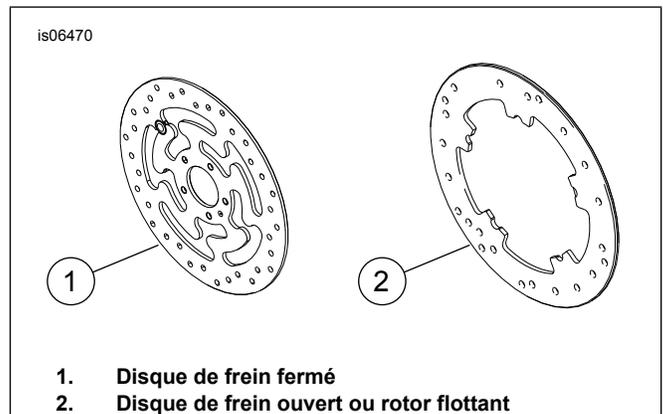

Figure 1. Styles de disque de frein avant
- Vis de disque de frein ( Voir la figure 1. et Voir le Tableau 1. )